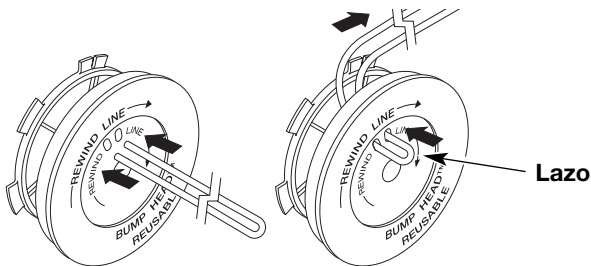

Fig. 20
6. Tome aproximadamente 20 pies (6 m) de nueva línea de corte, enlázela en dos longitudes iguales. Inserte cada extremo de la línea a través de uno de los dos orificios del carrete interior (Fig. 20). Pase la línea a través del carrete interior de modo que el lazo sea lo más pequeño posible.